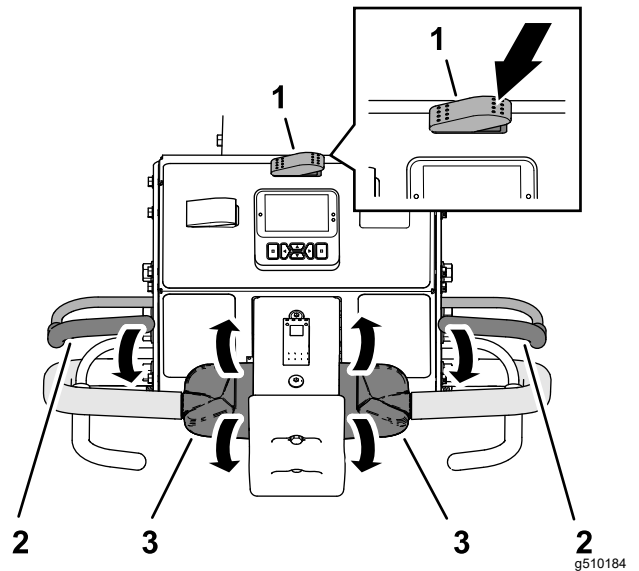

Bild 80
3. Drücken Sie die rechte Seite des Transport-/Aerifizierschalters in die AERIFIZIEREN-Stellung (Bild 80).
5. Fassen Sie den linken oder rechten Lenker und den Schaltbühgel (Bild 80), und drücken Sie den Schaltbühgel an den Lenker.